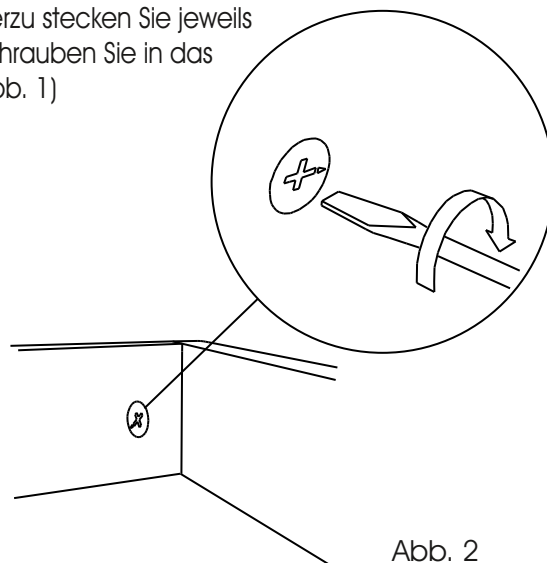

Abb. 2
3. Verschrauben Sie die Kufen mit je 4 Stück $\text{\O}4 \times 25 \text{mm}$ RW-Schrauben. Drehen Sie anschließend die Sockelschrauben in die hierfür vorgesehenen Gewindebohrungen der Kufen. (Abb. 2)
(Abb. 2)
2. Stecken Sie das Sockelvorderstück und die Sockel-Retouren zusammen und drehen den Excenter fest. (Abb. 2)